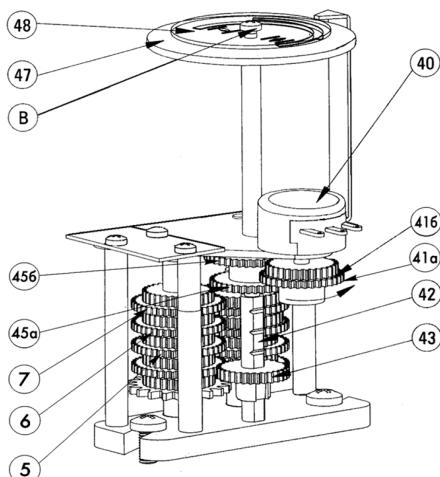

Рис. 4 Индикатор положения затвора арматуры
Индикатор положения затвора арматуры (рис. 4) состоит из набора установочных шестерен, оптического датчика (опционально) (40) (рис. 4), регулируемых дисков с указателем положения затвора (47, 48). На стержне (42) имеется 4 зубчатых зацепления, позволяющих фиксировать шестерню (43), для трехступенчатой индикации положения затвора арматуры.